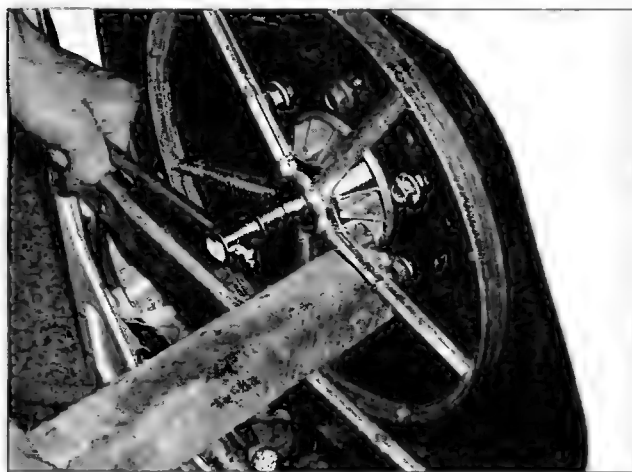

Рис. 1.8.2
- с помощью деревянного бруска блокируют шкив барабана и отвинчивают его фиксирующий винт (рис. 1.8.2);